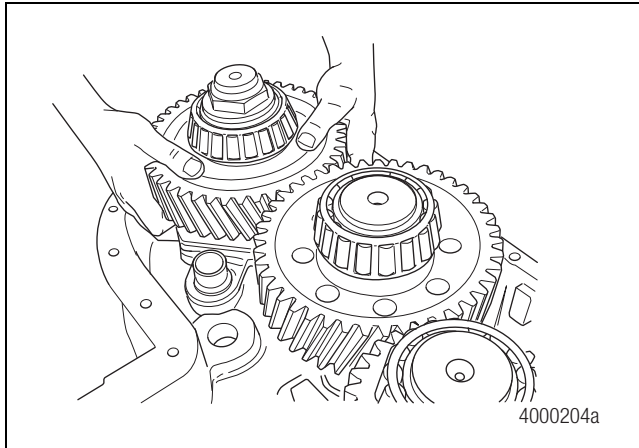

Figure 6.14
6. Installer l'arbre de sortie avant, la fourchette de commande et le collier d'arbre dans le carter avant de la boîte de transfert. La fourchette de commande coulissera sur la tige de poussée. Figures 6.14 et 6.15.